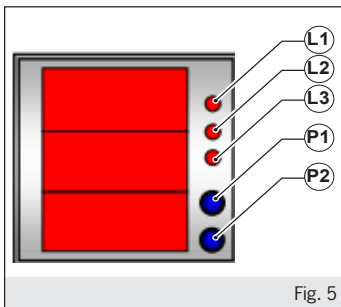

Fig. 5
- 2.2 Die ordnungsgemäße Funktion des Messgerätes (Multifunktionsanzeige) überprüfen (siehe Fig. 5 – 9).